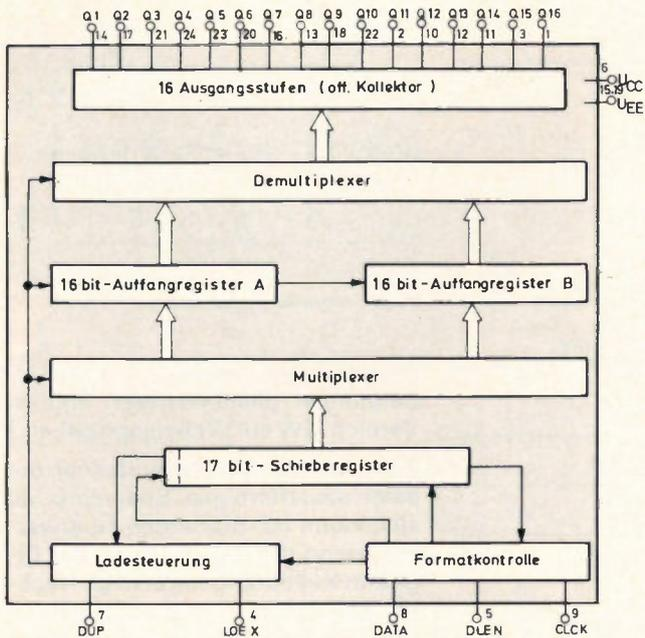

Bild 14
**Das Blockschaltbild des SAA 1060 (Bild 14)**